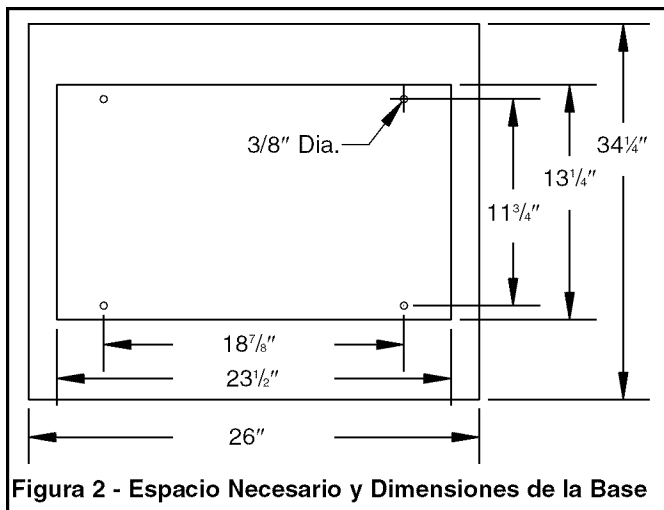

Figura 2 - Espacio Necesario y Dimensiones de la Base
Vea la Figura 2.
- La Figura 2 muestra las dimensiones de la base, los orificios de montaje y el espacio necesario para colocar el conjunto de la mesa en posición horizontal.